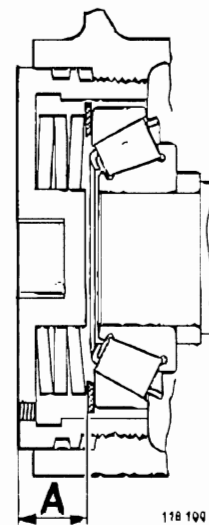

Bild 84. Kontroll av förspänning
23. Ta bort skruven i bakre locket. Skruva in locket så att måttet A mätt genom hålet blir 20,1 mm. Skruva i skruven. Bild 84.